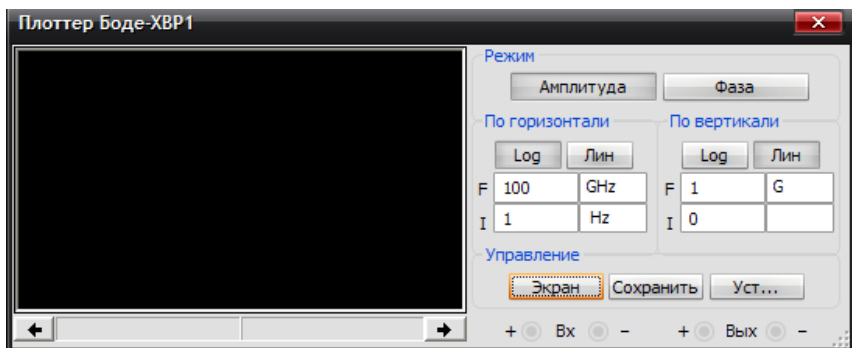

Рис. 2.6.6. Панель плоттера Боде для измерения АЧХ
8. Настройте его параметры так, как показано на рис. 2.6.6.